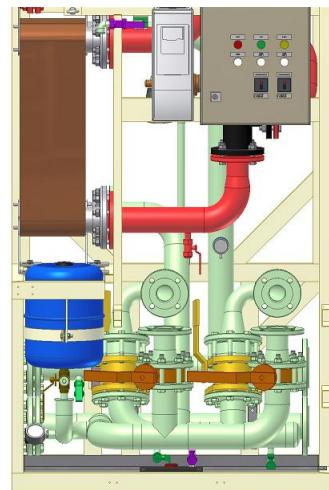

Рис. 5.1-10
- Краны V161–V162      открыты (фиолетовый цвет на рис. 5.1-10)
- Кран V160                  рычаг вниз (коричневый цвет на рис. 5.1-10)
- Краны с V140 по V141    закрыты (желтый цвет на рис. 5.1-10)
- Краны V142–V143        открыты (оранжевый цвет на рис. 5.1-10)
- Краны V230–V232        закрыты (желтый цвет на рис. 5.1-10)